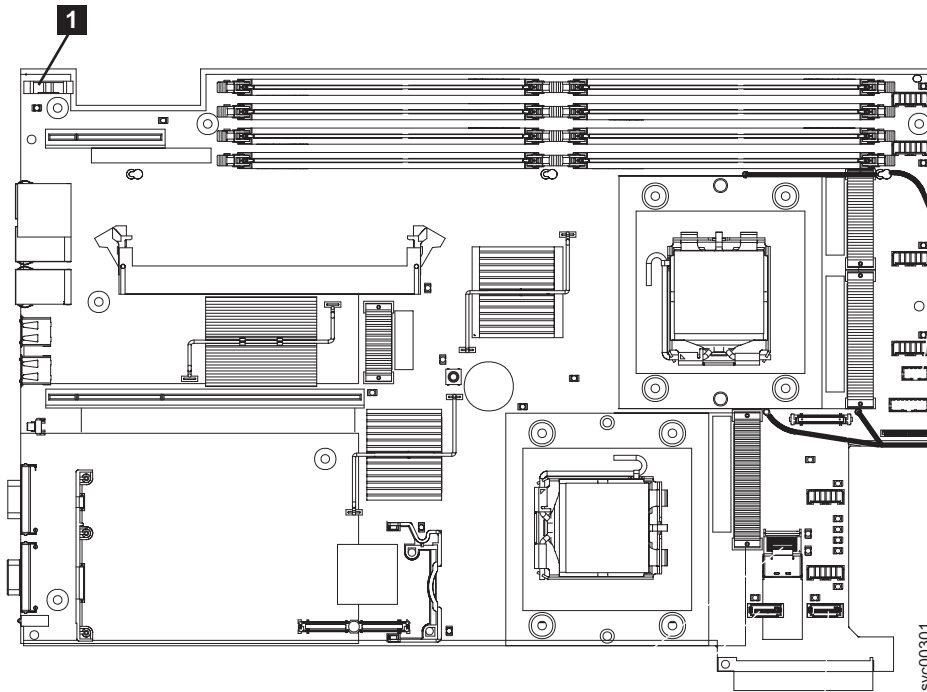

図 142. SAN ボリューム・コントローラー 2145-8G4 CMOS バッテリー・ホルダーの位置
2. システム・ボード上のバッテリーを見つけます。図 142 は、バッテリーの位置 (1) を示しています。